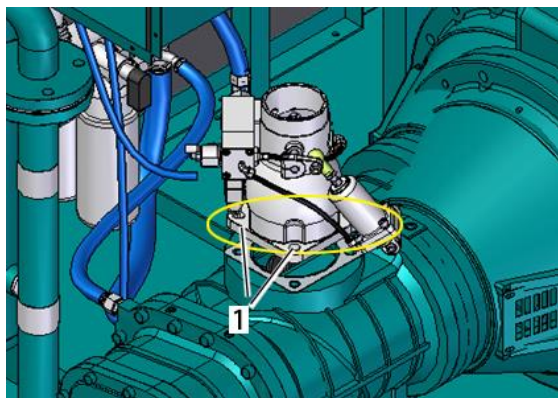

图29：进气阀固定螺丝
1. 请将进气阀上的固定螺丝松开(图29/1)。
4. 重新装好进气阀并锁紧螺丝(图29/1)。